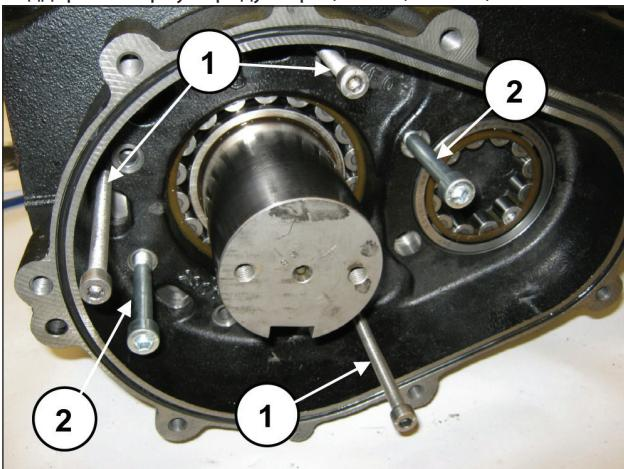

Рис. 23
Установите 3 штифта или резьбовых винта M8 (поз. ①, Рис. 23) с функцией съемников в соответствующие отверстия, и два винта M10 достаточной длины для поддержки корпуса редуктора (поз. ②, Рис. 23).